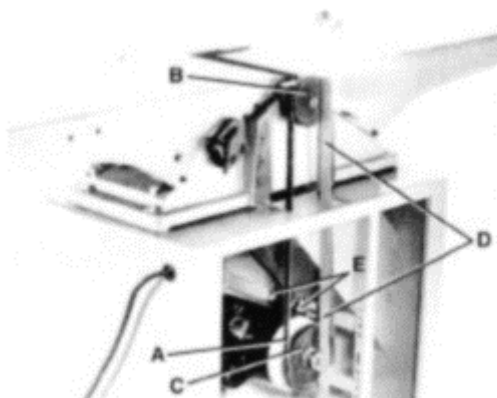

Рис. 10 Выравнивание шкивов
2. Убедитесь, что шкив двигателя (С), Рис. 10, совмещен со шкивом фрезерной головки (В), поместив линейку (D) на поверхность каждого шкива, как показано на рисунке.
3. Если необходима регулировка, то шкив двигателя (С), Рис. 10, можно сдвинуть внутрь или наружу на валу двигателя, или двигатель можно сдвинуть, ослабив четыре крепежных винта, два из которых показаны как (Е) на Рис. 10. После выполнения регулировки затяните четыре крепежных винта двигателя или установочный винт на ступице шкива двигателя, в зависимости
Соответствующее натяжение ремня достигается при возникновении прогиба около 2,5 мм в центральной промежутке ремня при легком нажатии пальцем. Если требуется регулировка, то двигатель можно поднять или опустить, ослабив четыре крепежных винта, два из которых показаны как (Е) на Рис. 10.